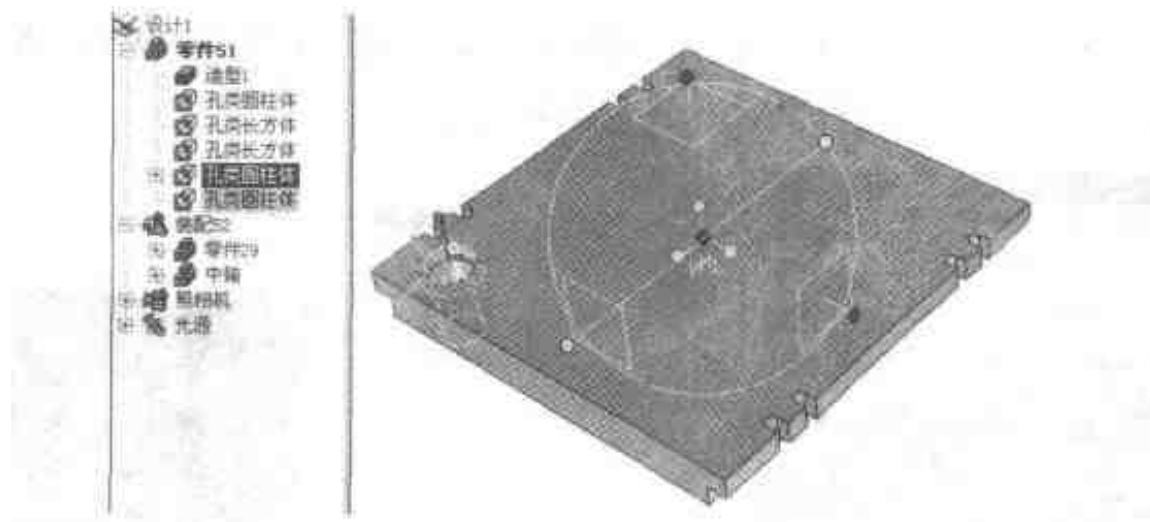

图 2.151 定位三维球
- (4) 按住 Shift 键, 选取形成导柱孔的两个孔图素, 激活【三维球】, 按空格键, 将三维球中心定位到底面的中心, 如图 2.151 所示。